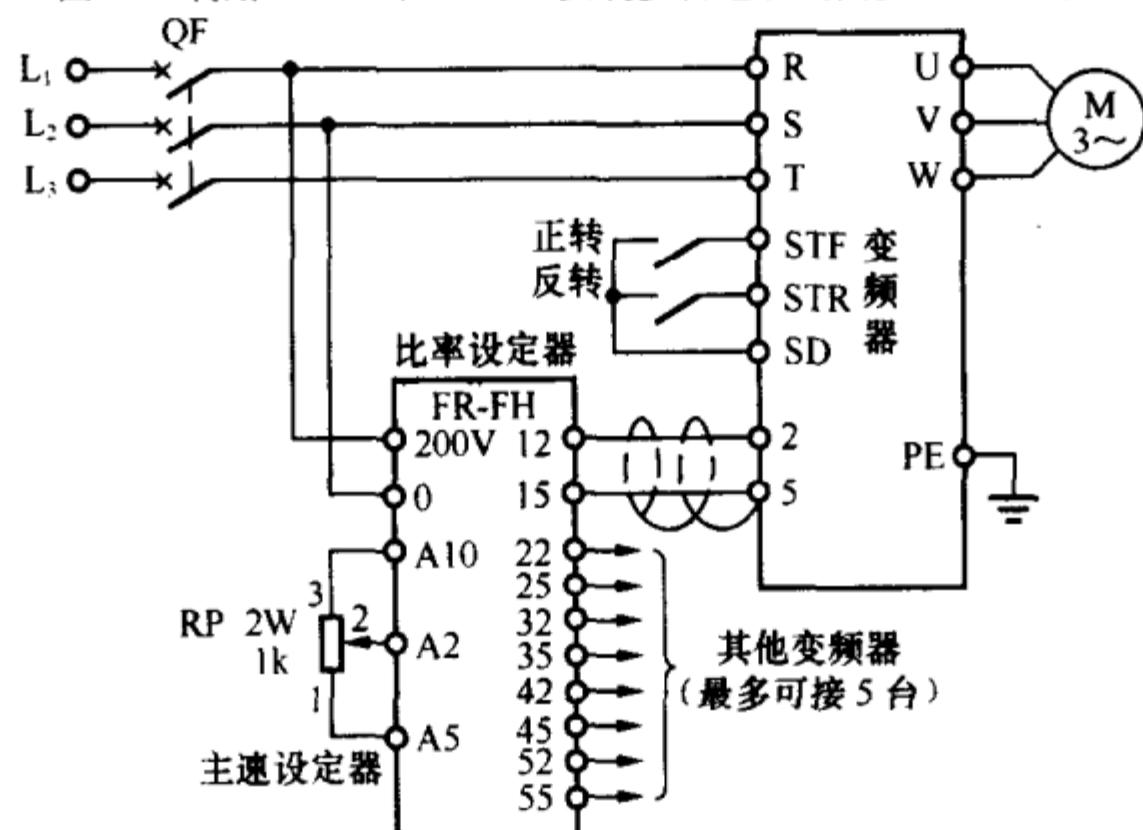

图 42 利用 FR-FH 实现多台电动机按不同速率运行的线路
(2) 利用比率设定箱 FR-FH(三菱变频器)实现多台电动机按不同速率运行。线路如图 42 所示。